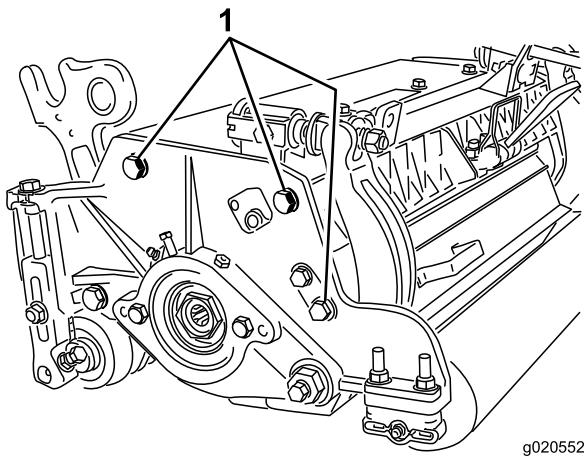

**Figura 20**
1. Regolate le staffe del rullo posteriore (Figura 20) in base all'altezza di taglio desiderata posizionando il numero di distanziali necessari sotto la flangia di montaggio della piastra laterale (Figura 20) conformemente alla tabella delle altezze di taglio.